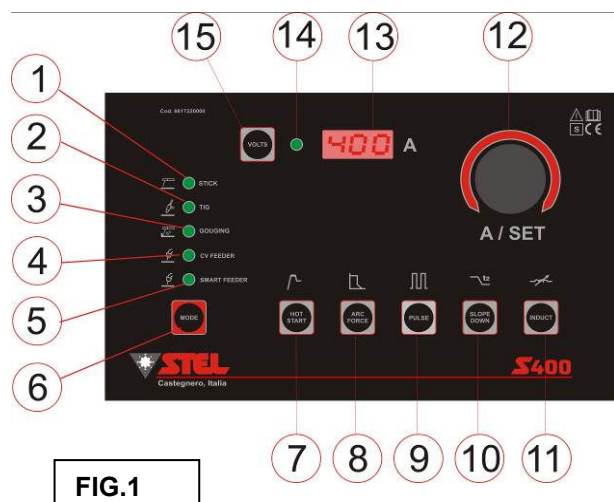

FIG.1
- 5) Presionar el botón **MODE** (ref. 6) hasta seleccionar el modo **ELECTRODO**, indicado por el encendido del LED respectivo (Fig. 1, ref. 1);
- 6) Ajustar la corriente de soldadura con el encoder de regulación A/SET (Fig. 1, ref. 12);
Pulsando el botón **Hot Start** (Fig. 1, ref. 7) aparece en la pantalla la inscripción **Hs** y girando el encoder A/SET (Fig. 1, ref. 12) es posible ajustar el valor de Hot Start.
Pulsando el botón **Pulsación** (Fig. 1, ref. 9) aparece en la pantalla la inscripción **Pul** y girando el encoder **A/SET** (Fig. 1, ref. 12) en sentido horario o antihorario se activa la pulsación ON o se desactiva OFF.
- 2) Mantener presionado el botón **MODE** (Fig.1, ref.6) en el panel frontal de la máquina durante aproximadamente 4 segundos, luego soltar el botón; el LED del modo de soldadura parpadea (FUNCIÓN V.R.D. ACTIVADA – V out 18V).
- 5) Pulsar el botón **MODE** (Fig.1, ref.6) hasta seleccionar el modo TIG, indicado por el encendido del **LED** correspondiente (Fig.1, ref.2);
- 7) Ajustar la corriente de soldadura con el encoder de regulación **A** (Fig.1, ref.12);
Al pulsar el botón **Slope Down** (Fig.1, ref.10), aparece en la pantalla la indicación *S/d* y girando el encoder **A/SET** (Fig.1, ref.12) es posible ajustar el valor del tiempo de *Slope Down*.
Al pulsar el botón **Pulsación** (Fig.1, ref.9), aparece en la pantalla la indicación **Pul** y girando el encoder **A/SET** (Fig.1, ref.12) en sentido horario o antihorario se activa la pulsación (ON) o se desactiva (OFF). La función activa se indica con el parpadeo de dos puntos en la pantalla.
5. Pulsar el botón **MODE** (Fig.1, ref.6) hasta seleccionar el modo GOUGING, indicado por el encendido del **LED** correspondiente (Fig.1, ref.3);